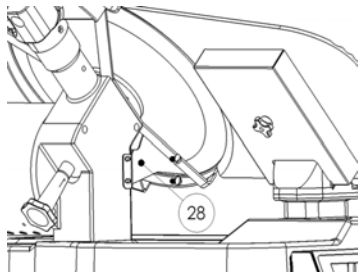

FIG 13. DEENSAMBLAR DESVIADOR DE PRODUCTO
F. DESVIADOR DE PRODUCTO (Ver Fig. 13).
- Remueva el desviador de producto (28) aflojando los tornillos.